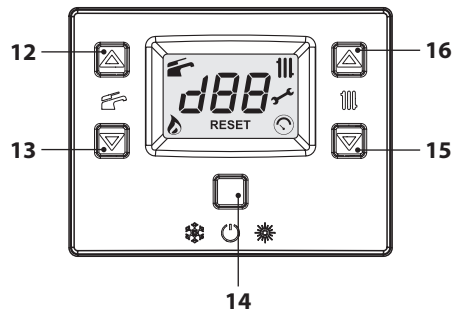
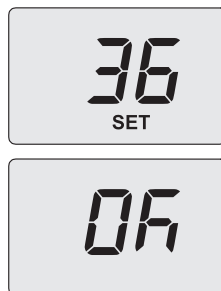

Figura 5.51
Figura 5.54
- Entrare in "modalità programmazione" premendo contemporaneamente per 10 secondi i tasti 14-15-16 (Figura 5.51) fino a far apparire sul display LCD le lettere **Pr** che si alternano al numero del parametro **01**, indicanti l'entrata nel "parametro 01" (Figura 5.52).
- Utilizzando i tasti 12 o 13 è possibile modificare il valore del parametro 10 da **00=0s** a **100=500s** (ogni aumento o diminuzione di una unità sul display corrisponde a 5 secondi). Es. 36=180 secondi. Sul display compare la scritta "**SET**" (Figura 5.54).
- Premendo il tasto 14 (Figura 5.51) si ottiene la conferma del valore inserito. Sul display appare per 3 sec. la scritta "**Ok**" (Figura 5.54), per poi visualizzare la lista dei parametri.
- Per uscire, premere il tasto 14 (Figura 5.51) e togliere l'alimentazione elettrica.